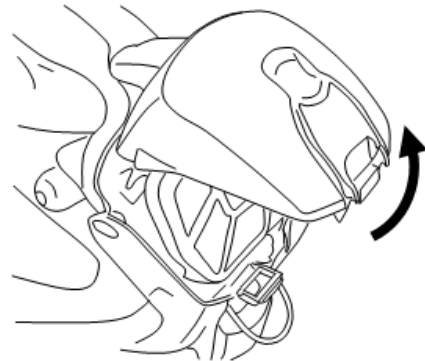

Abb. 31
- Heben Sie den Filter heraus (Abb. 31).